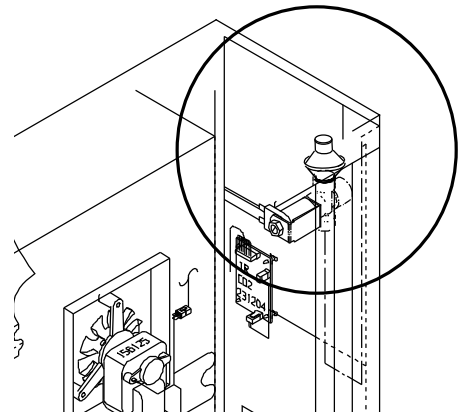

图 11-2. RH 空气过滤器
4. 开口右侧是湿度系统。在右上角找到 RH 空气过滤器（图 11-2）。断开管道，更换过滤器。